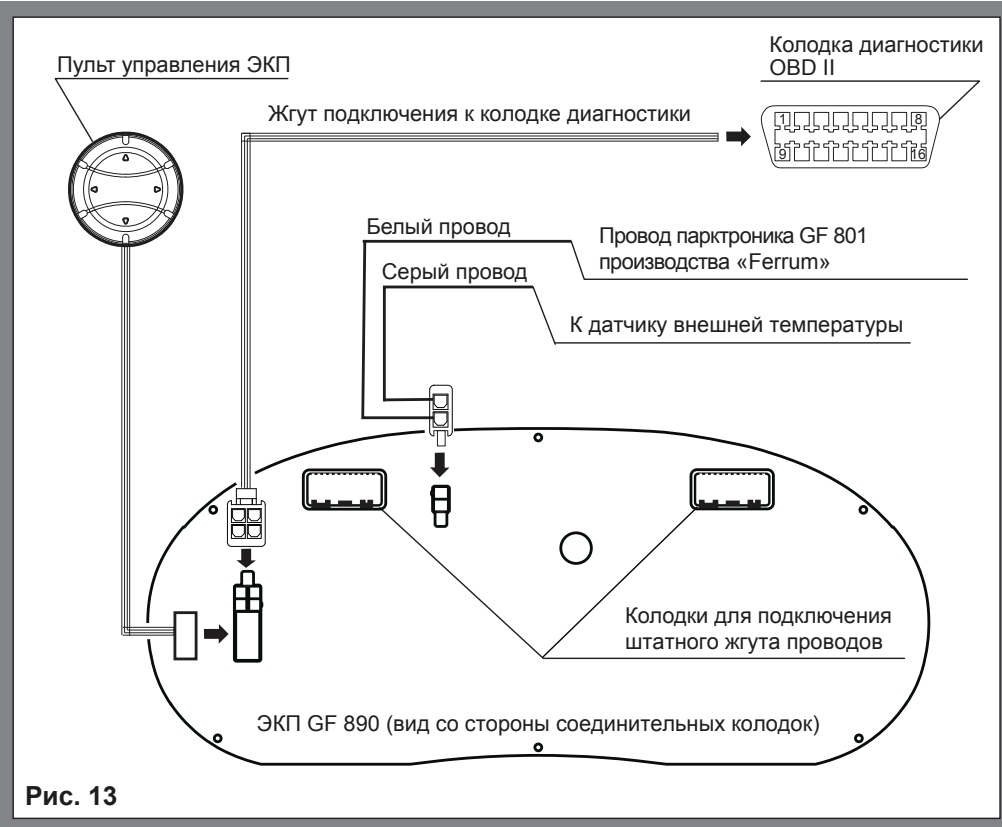

Рис. 13
3.1.3 K-Line-адаптер GF 911 (GF 910) должен быть подключен к бортовой сети автомобиля (чёрный провод массы «-» к кузову автомобиля, один из красных проводов к +12 В). Серый провод адаптера GF 911 (GF 910) должен быть соединён с серым проводом в жгуте, идущем от 4-контактного разъёма КП к колодке OBDII. Синяя колодка на время процедуры обновления должна быть отключена от диагностического разъёма автомобиля. (Рис. 13, стр. 14).